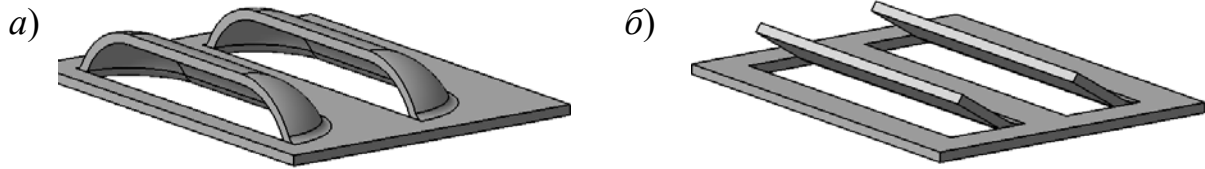

Рисунок 17.5 – Виды жалюзи
- вытянутые (рисунок 17.5, *а*);
- подрезанные (рисунок 17.5, *б*).